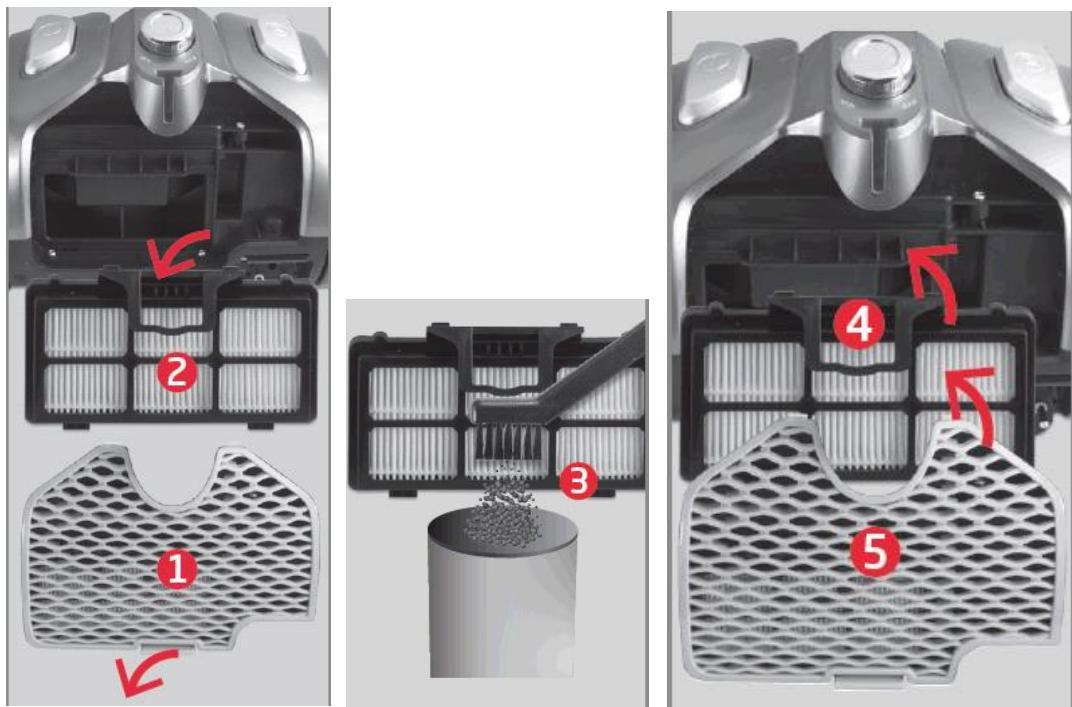

Рис. 10
2. Зніміть кришку, потягнувши вгору засувку, і дістаньте фільтр, натиснувши вниз засувку на його верхній стороні (рис. 10).
5. Встановіть на місце повітря випускаючий фільтр (або замініть його на новий) і закрийте кришку, вставивши її на місце (Рис.10).